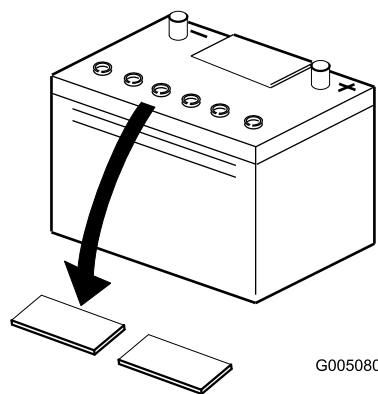

図 6
2. バッテリーの上部をきれいに拭い、キャップを取り外す 図 6。